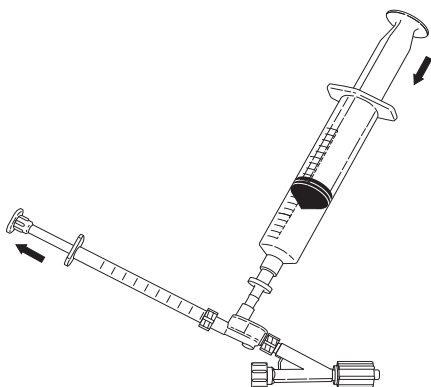

Fig. 4
6. Adapte a seringa de 1 ml ao orifício de injeção e aspire 0,5 ml de solução. Separe a seringa de 1 ml e purgue todas as bolhas de ar da seringa. Deixe um pouco de solução no orifício de injeção, antes de voltar a adaptar a seringa de 1 ml, premindo a seringa de 20 ml ligeiramente para purgar o orifício de injeção. Volte a adaptar a seringa de 1 ml ao orifício de injeção. (Fig. 4)